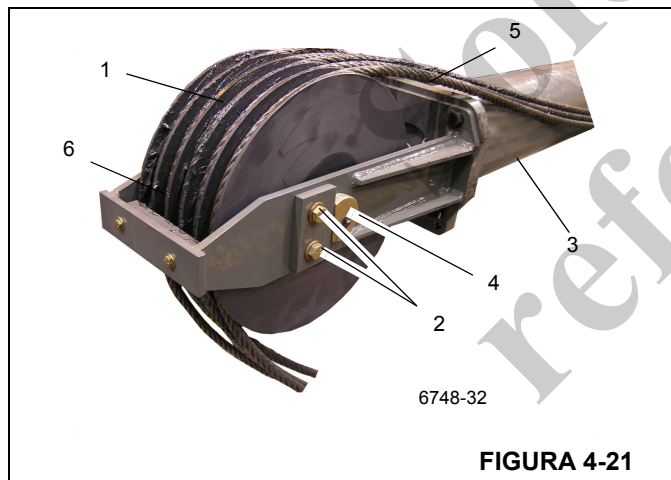

FIGURA 4-21
- b. Instale una grasera (4) (Figura 4-21) en el eje.
4. Pase los cinco cables de extensión (5) (Figura 4-21) hacia arriba y alrededor del conjunto de polea de cable de extensión, aproximadamente 1 pie hacia el cilindro. Para ayudar al armado, asegure los cables al extremo superior del cilindro envolviendo cinta adhesiva alrededor del cilindro.
5. Coloque el retenedor de cable (6) (Figura 4-21) sobre el eje de polea y fíjelo al conjunto de montaje de polea con cuatro pernos y arandelas. La placa retenedora fija en su lugar el eje de polea.